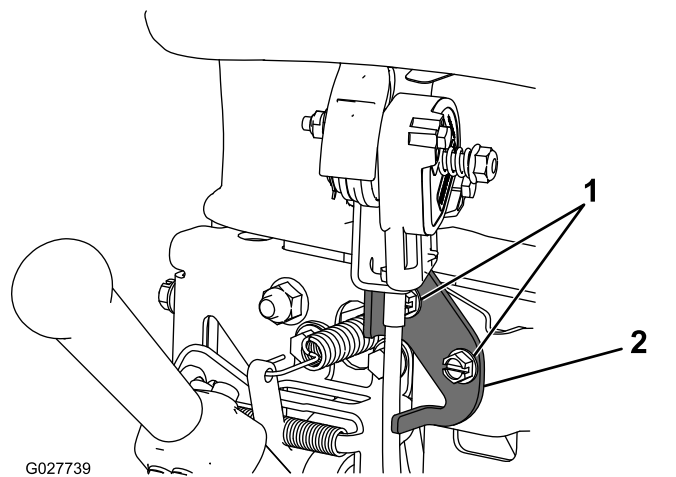

Figura 28
2. Allentate i 2 dispositivi di fissaggio che fissano il comando dell'acceleratore (Figura 28).